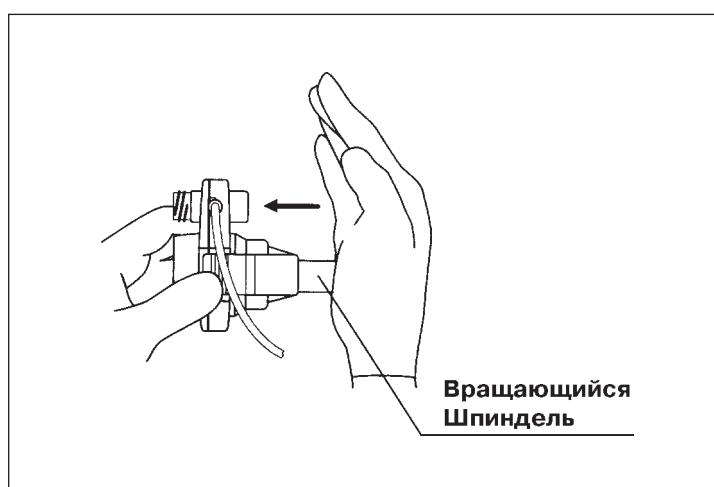

Рис. 3.2
2. Вращающийся Шпindel следует до упора вдвинуть внутрь Водяного Насоса (См. рис. 3.2). При отсутствии ощущения упора при вдвигании Шпинделя, его следует выдвинуть и повторить манипуляцию.